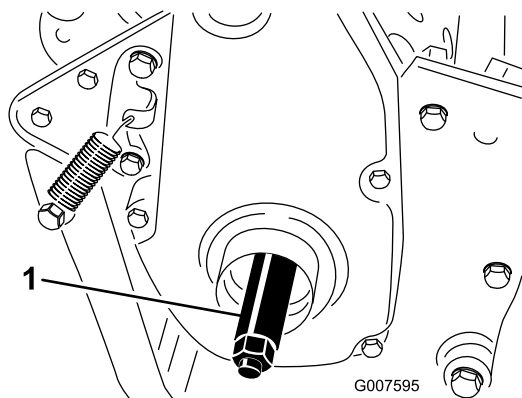

Figura 6
3. Inserite l'albero della ruota destra nella puleggia motrice sul lato destro della macchina (Figura 6).